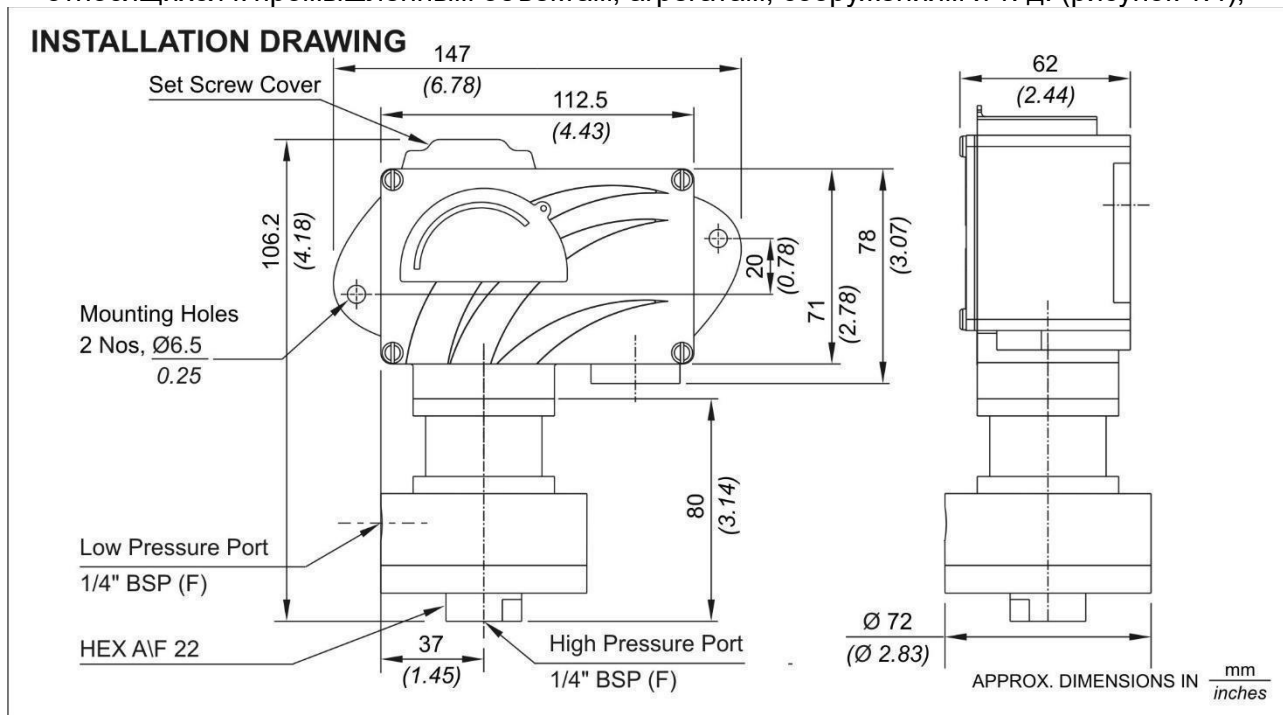

Рис. 1.4 Установочный чертеж
- *установочный чертеж* относится к представлению узлов или элементов установок, относящихся к промышленным объектам, агрегатам, сооружениям и т. д. (рисунок 1.4);